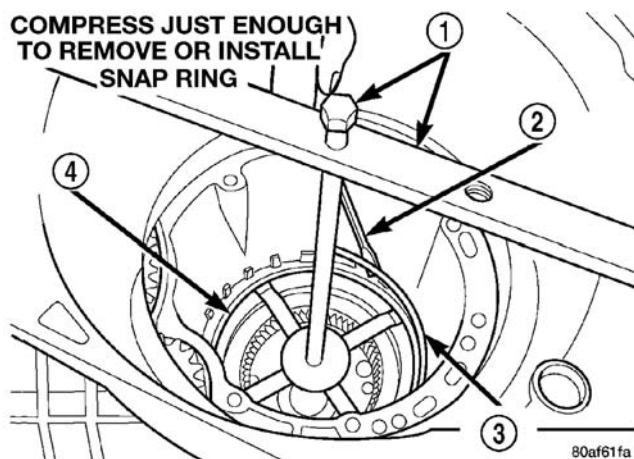

图 43 拆下 2/4 离合器固定器卡环
(27) 按图示(图 43) 安装工具 5058, 压缩 2/4 离合器回位弹簧(恰好能拆卸卡环) 并拆卸卡环。